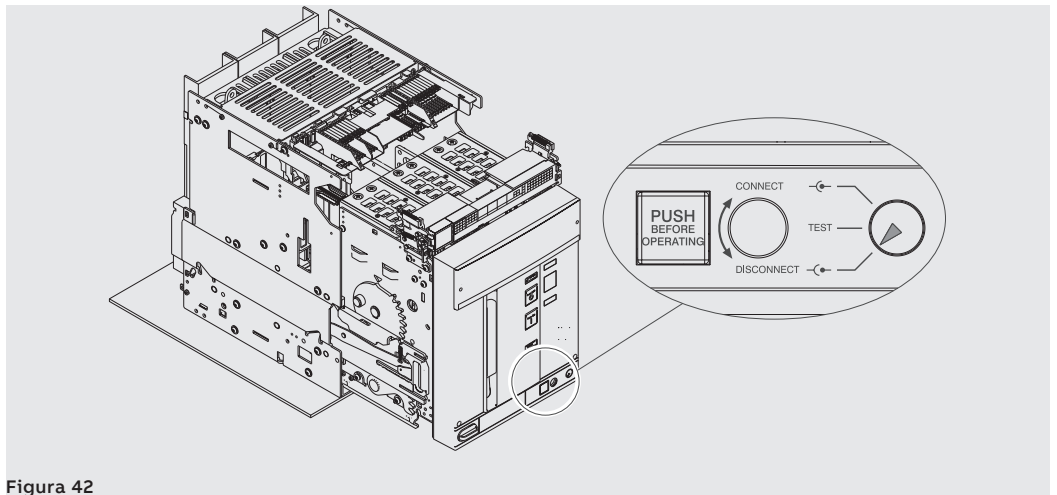

Figura 42
6. Verificar que el indicador señale la posición **DISCONNECT**. Véase Figura 42.